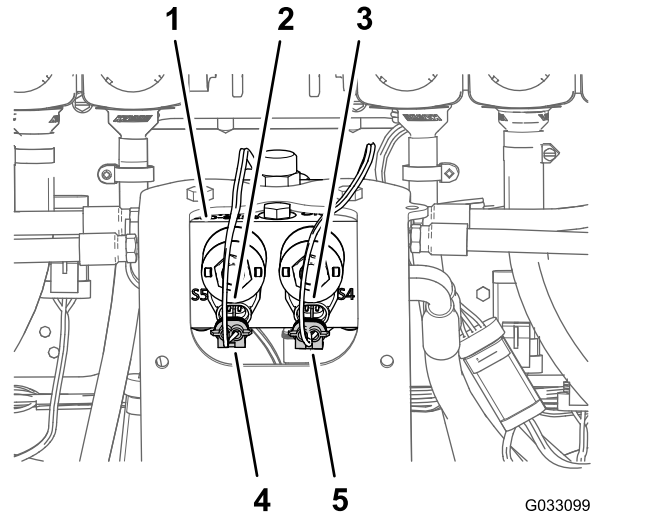

Figure 176
1. Branchez le connecteur à 2 broches du faisceau de rampe sonique au connecteur à 2 broches du solénoïde d'activation de vérin droit sur le collecteur de vérin de levage (Figure 176).
2. Branchez le connecteur à 2 broches du faisceau de rampe sonique au connecteur à 2 broches du solénoïde d'activation de vérin gauche sur le collecteur de vérin de levage (Figure 176).